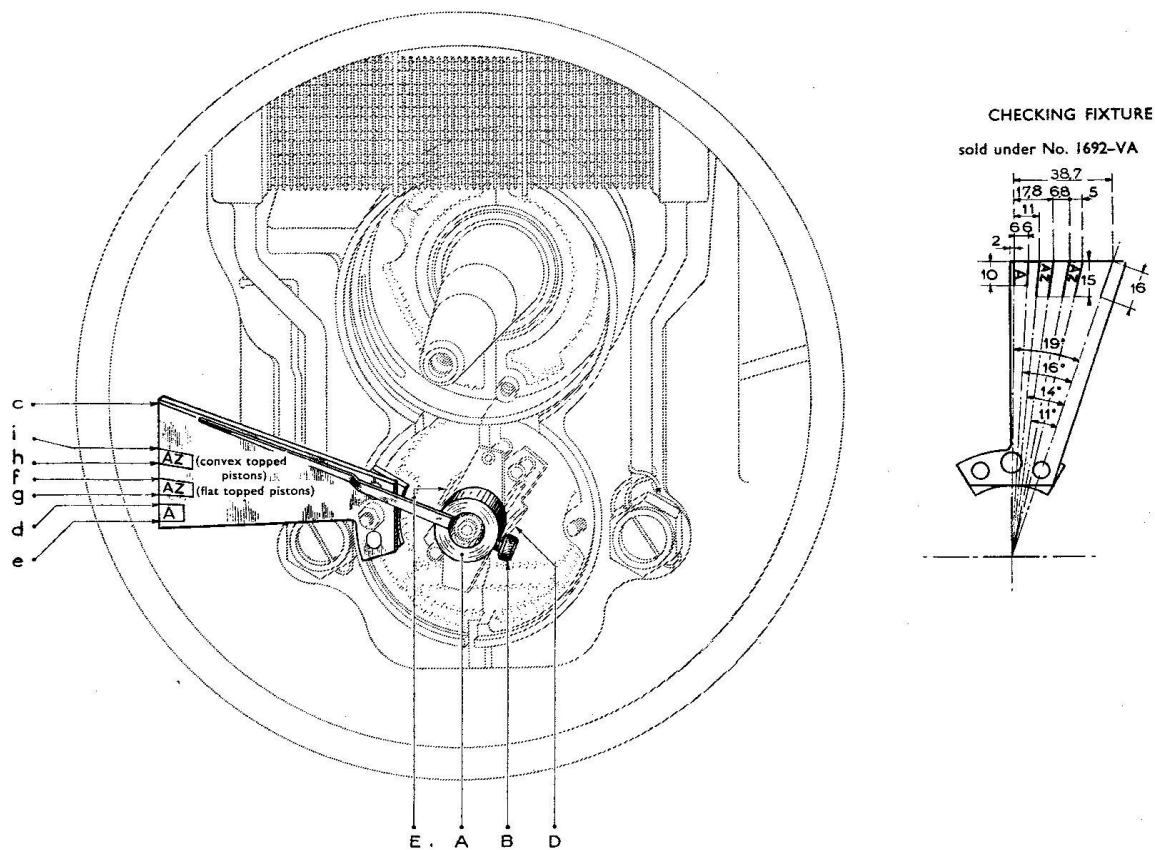

Fig. 19. Anvendelsen af specialværktøjet 1692-VA til kontrol af centrifugalreguleringen.
Kontrol af centrifugalreguleringen kan foretages statisk med specialværktøjet 1692-VA fig. 19. Nålens holder (A) monteres på afbryderknasten, og ved drejning af svinghjulet føres nålen hen på mærket (c). Når man derefter med fingrene påvirker nålens holder, skal nålen kunne bevæges til intervallet (i - h) ved AZ motorer med hvælvet stempeltop, til (f - g) ved AZ motorer med flad stempeltop og til (d - e) ved A motorer, hvis reguleringen er i orden.